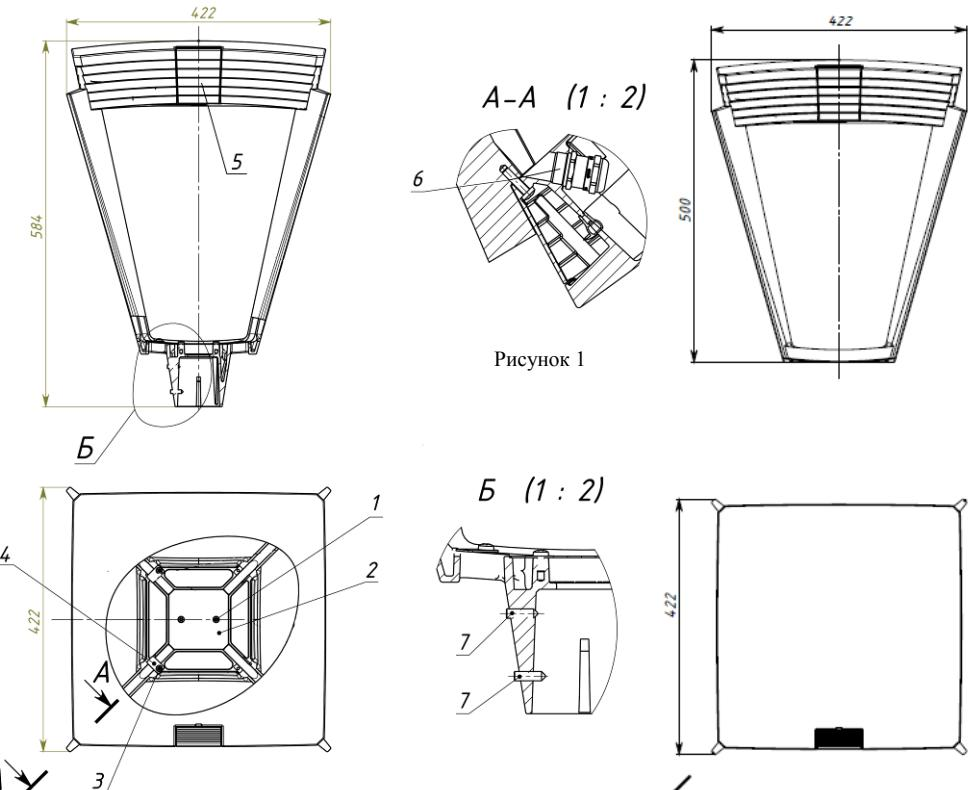

Рисунок 1
2.1 Торшерный светильник серии GALAD Кордoba LED (Рисунок 1) со светодиодными модулями предназначен для функционально-декоративного освещения парков, скверов, бульваров, зон отдыха, территорий микрорайонов, коттеджных посёлков.
5.2 Ослабить установочные винты (поз.7) Рисунок 1 таким образом, чтобы концы установочных винтов были заподлицо с внутренней поверхностью основания светильника (**Запрещается выворачивать полностью установочные винты**), установить светильник на трубу Ø50...60мм, затянуть установочные винты (поз.7) с усилием 9 Н *м.